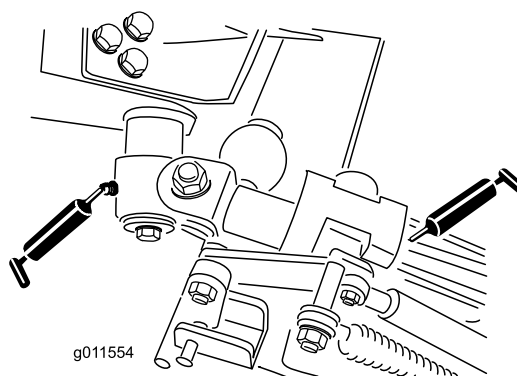

Figura 51
- Dois casquilhos da articulação da alavanca (Figura 51)
- Quatro casquilhos do braço traseiro (Figura 51)